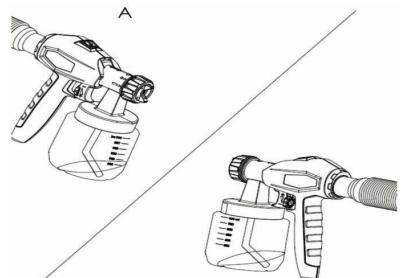

Рисунок 4
Установите соединитель шланга на основание выпускного отверстия (рисунок 4 (A)).
Подсоедините шланговую муфту к пистолету-распылителю (рисунок 4 (B)).